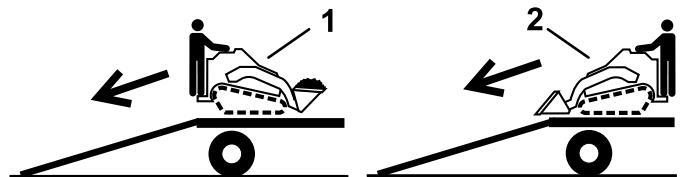

Figure 37
2. Placez toujours l'extrémité la plus lourde de la machine en haut de la rampe, la charge en bas, pour la descendre de la remorque (Figure 37).